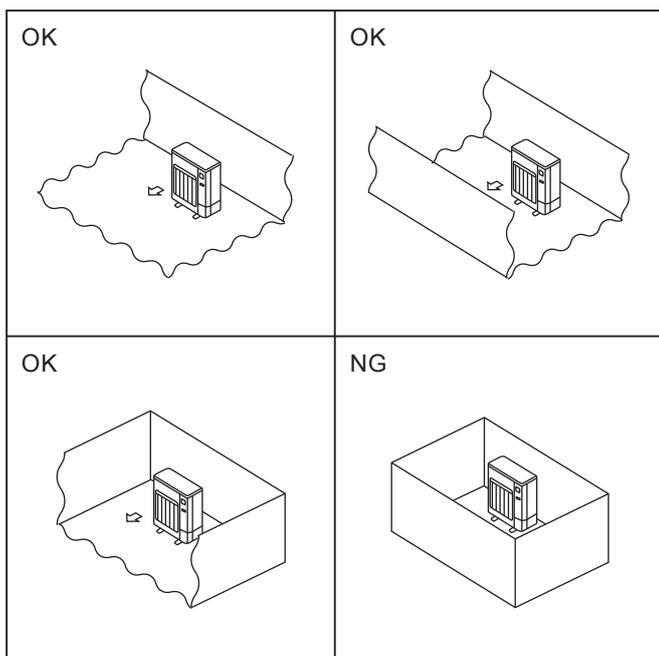

Fig. 2-2
- © Installer udendørsenheder på et tilstrækkeligt stort område, hvor mindst én af enhedens fire sider ikke er blokeret, og hvor der ikke er fordybninger. (Fig. 2-2)